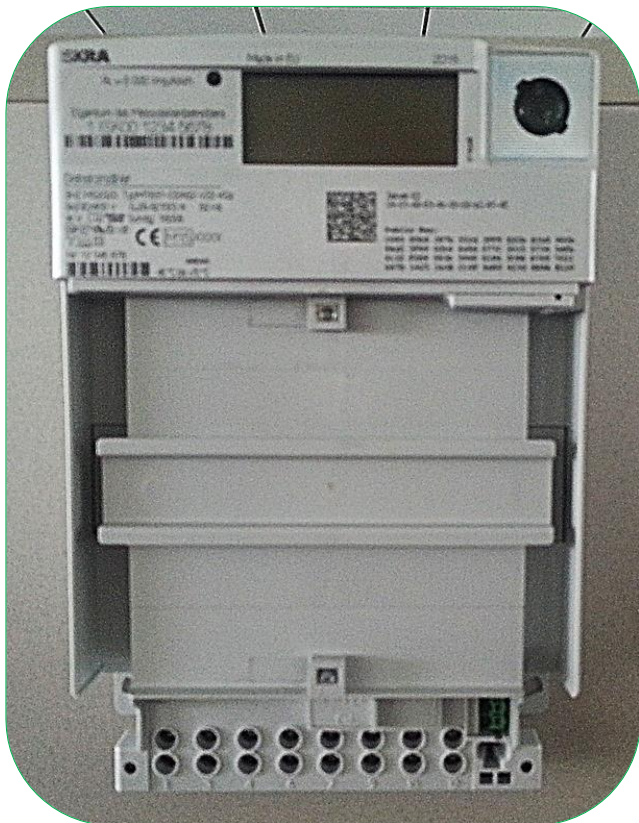

Bild 39: Klemmendeckel entfernt
2. Klemmendeckel entfernen (Bild 39).